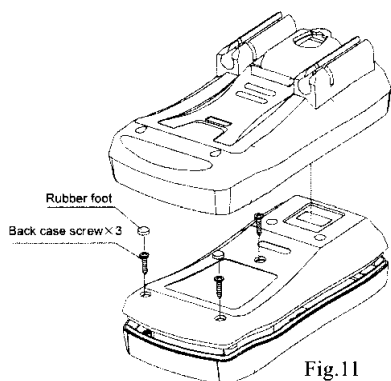

Fig.11
- 4) Не производите замену батарей и предохранителей включенного прибора или когда он находится под напряжением. Как открыть заднюю крышку прибора см. Fig.11